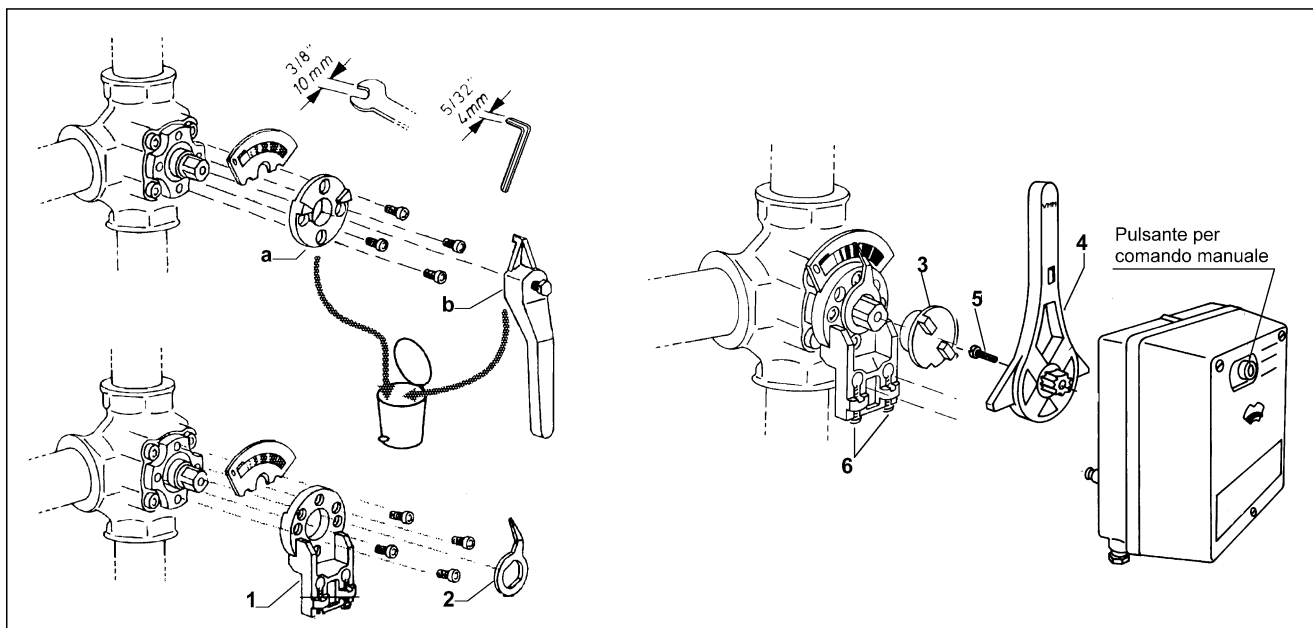

FIG. 3
- Rimuovere dal corpo valvola il particolare "a" e la maniglia "b" (FIG. 3).